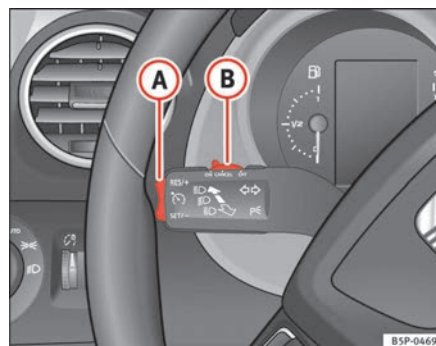

Fig. 151 Palanca de intermitentes y de luz de carretera: mando y tecla basculante para el regulador de velocidad
- Presione la parte superior de la tecla basculante **RES/+** ⇒ fig. 151 **A** para aumentar la velocidad. El vehículo acelerará mientras mantenga la tecla presionada. Al soltar la tecla quedará memorizada la nueva velocidad.
Si se reduce la velocidad programada pisando el pedal del freno, se desactiva el regulador de velocidad. Si quiere activar de nuevo el regulador, bastará con presionar una vez la parte superior de la tecla basculante **RES/+** ⇒ fig. 151 **A**.